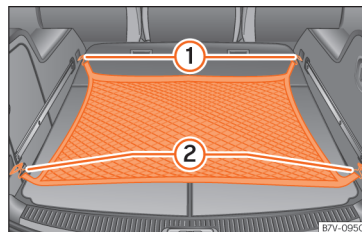

Abb. 149 Im Gepäckraum: eingehängtes Gepäcknetz.
- Haken des Gepäcknetzes in die Verzurösen »» **Abb. 149 ①** und **②** einhängen.
- Haken des Gepäcknetzes aus den Verzurösen »» **Abb. 149 ①** vorsichtig aushaken.
- Haken des Gepäcknetzes aus den Verzurösen »» **Abb. 149 ②** vorsichtig aushaken.